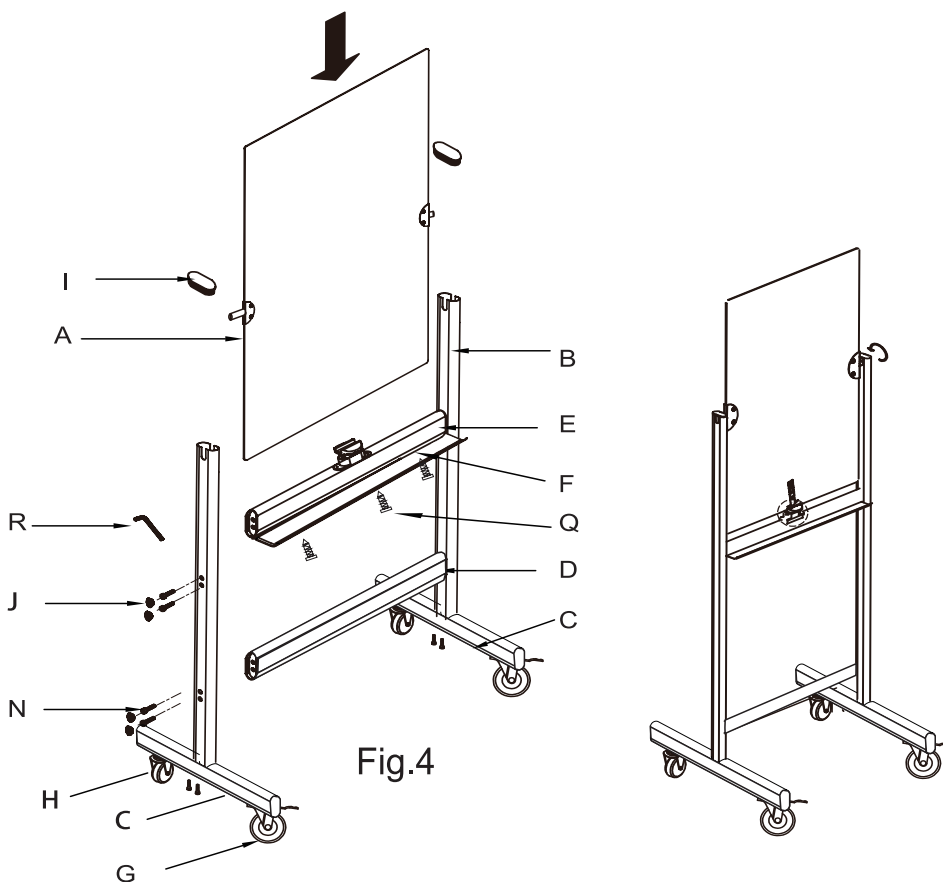

Fig.4
5. Instale la bandeja para rotuladores (F) en la barra cruzada superior (E) con 3 tornillos (Q) (consulte la Fig.4)
6. Fije cada extremo de la barra cruzada superior (E) en las patas (B) con los 2 tornillos de cada lado (N). (consulte la Fig.4)
7. Fije cada extremo de la barra cruzada inferior (D) en las patas (B) con los 2 tornillos de cada lado (N). (consulte la Fig.4)
8. Coloque la pizarra blanca (A) en la base armada colocando las bridas fijadas en la pizarra blanca en las muescas en la parte superior de cada pata. (consulte la Fig.4)
9. Oprima las 2 perillas de fijación (I) para asegurar la pizarra en su lugar. (consulte la Fig.4)